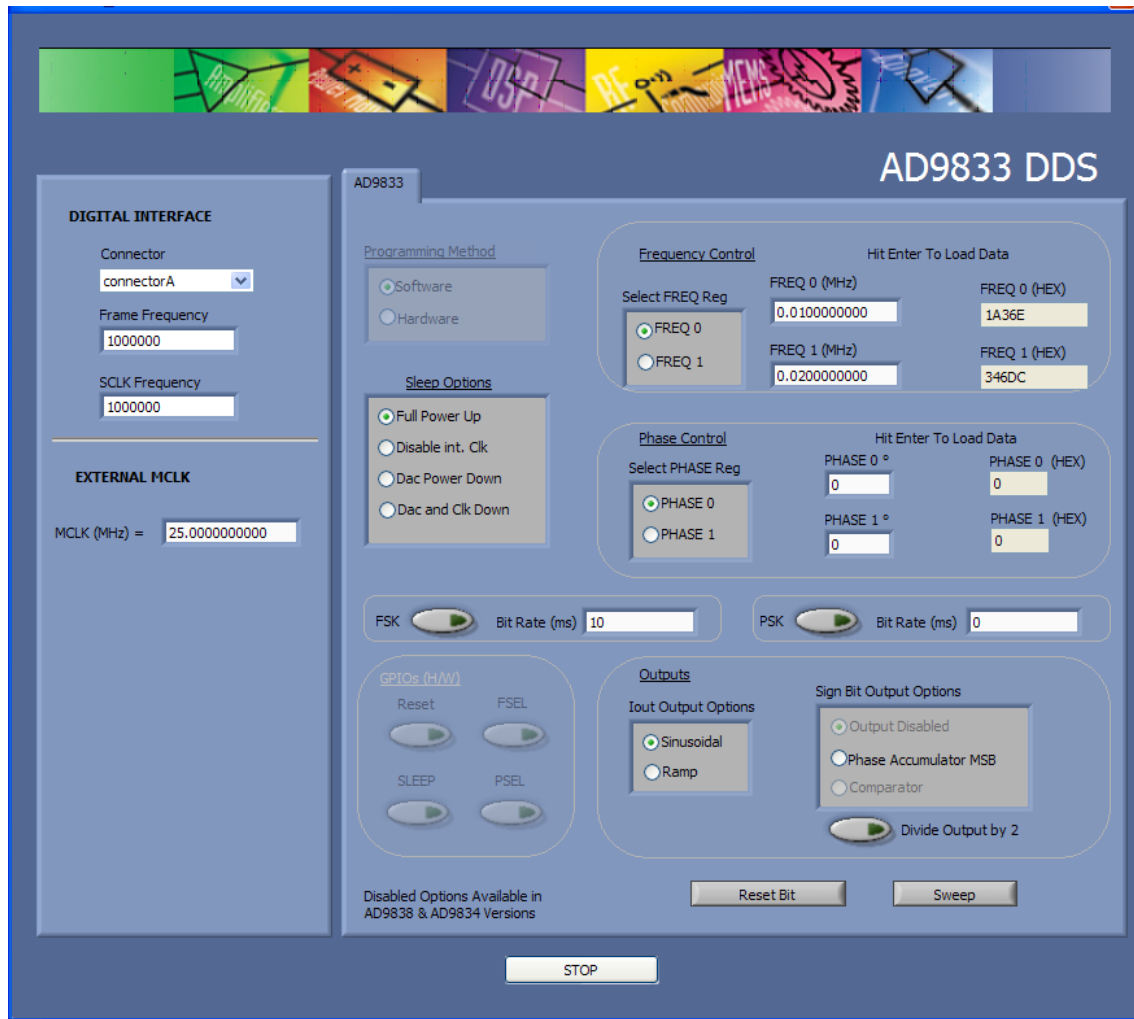

図 4.AD9833 DDS 評価ソフトウェア
3. すべての接続が正しい位置にあることを確認してください (表 1 参照)。AD9833DBZ評価ソフトウェアのメイン・ウィンドウが表示されます (図 4 参照)。